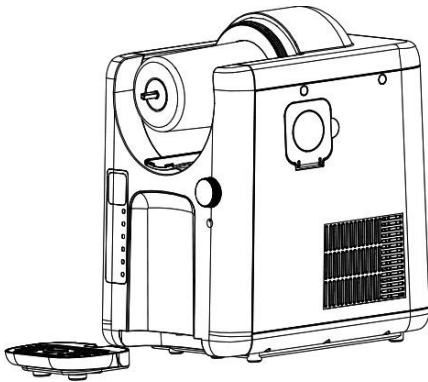

bild 1
7. Skjut in droppbrickan på avsedd plats i apparaten (bild 1).